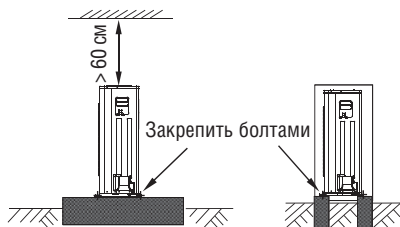

Рис. 6-15
- Подготовьте бетонное основание в соответствии с характеристиками наружного блока (см. рис. 6-15).
- Надежно закрепите болтами опоры блока, чтобы предотвратить его падение в случае землетрясения или сильного ветра (см. рис. 6-15).